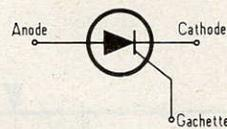
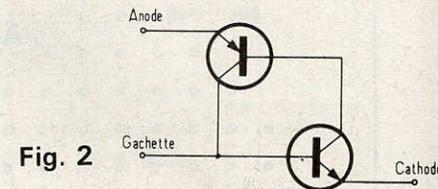
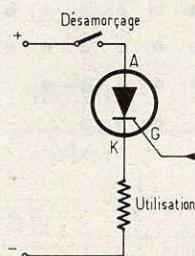

Fig. 1
Fig. 2
Fig. 3
Il est à la **figure 2**. Il peut se décomposer comme suit :
Fig. 1. à 4. - Utilisation de diodes au germanium pour réaliser la sonde et montage à transistors très courants. Implantation des éléments et tracé des circuits imprimés grandeur nature.
- Le signal sonore, toujours très gourmand en électricité, est limité à 5 secondes (fig. 1).
Lors de l'action sur le contact (fig. 2) ou le bouton test, la gâchette de TH_1 est alimentée par R_1 : le thyristor s'amorce, la led s'allume. D'autre part, CI_1 monté en monostable est alimenté.
Le thyristor comporte trois bornes : anode, cathode et gâchette (**fig. 1**). Pour une meilleure compréhension, il peut être bon de l'assimiler à deux transistors PNP et NPN (**fig. 2**). En appliquant une tension positive sur l'anode par rapport à la cathode, aucun courant ne circule si la gâchette n'est pas branchée, car T_1 et T_2 restent bloqués. Par contre, une tension positive sur la gâchette par rapport à la cathode permet de débloquer T_2 . Celui-ci, à son tour, débloque T_1 : le thyristor s'est amorcé. Un courant circule entre anode et cathode (**fig. 3**). La tension de gâchette peut être supprimée sans modifier le fonctionnement.
gnotants ont l'avantage de pouvoir fonctionner de façon autonome mais le grand inconvénient est le côté monotone des effets obtenus. Le montage proposé sous le nom d'Aléator est en quelque sorte un clignotant dont les durées d'allumage et d'extinction sont variables en semblant suivre les lois du hasard. La figure 1 illustre le signal que l'on pourrait observer sur un oscilloscope.
Fig. 1 à 3. - Représentation d'un cycle de durée d'extinction et d'allumage, aléatoires. Le chronogramme ; les périodes de T₁, T₂, T₃, T₄ sont choisies arbitrairement - Synoptique complet d'une carte 2 Aléatoires (L₁, L₂).
La suite d'impulsions désordonnées semblable à la **figure 1** se répètera identique à elle-même toutes les 273 s ce qui est bien assimilable à un signal non répétitif.
Les impulsions délivrées par T_1 et T_2 sont additionnées et amplifiées par un transistor NPN monté en émetteur commun. Voir **figure 2** (Chronogramme).
La luminosité de la lampe pourra être réglée en faisant varier au moyen d'un potentiomètre ou de tout autre procédé la fréquence des impulsions issues de notre troisième relaxateur. Voir synoptique **figure 3**.